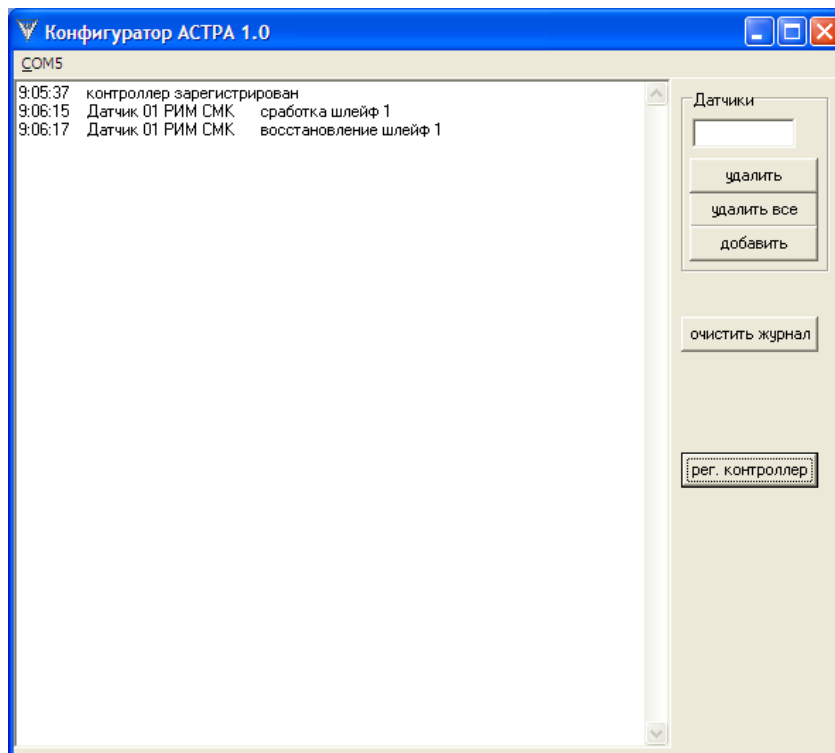

Рисунок 14
3.5.6 Проверить работу датчика для этого дать по датчику сработку в окне конфигуратора появится сообщение о сработке с указанием типа датчика и номера радиоканала (рисунок 14).